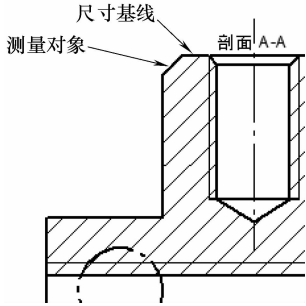
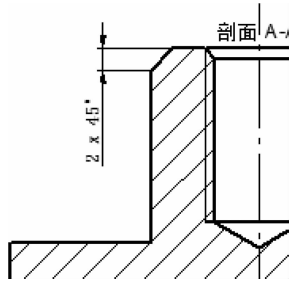

图 9-85 定义参照对象
图 9-86 倒角尺寸标注
- (1) 单击【主页】选项卡【尺寸】区域中的  【倒斜角尺寸】命令，系统自动弹出【倒斜角尺寸】命令条，在【尺寸方位】下拉列表中选择【沿轴】选项。
- (2) 在系统【单击尺寸基线】的提示下，先选择边线为尺寸基线，然后选择如图 9-85 所示的线为测量对象，在合适的位置放置尺寸，结果如图 9-86 所示。